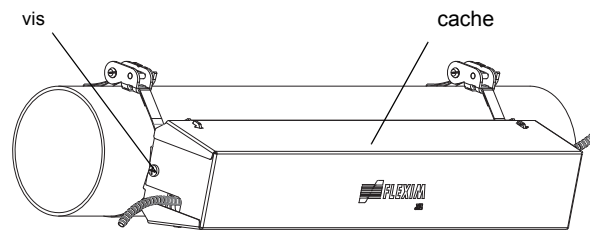

Fig. 9.47: Variofix C avec capteurs sur la conduite
- Placez le cache sur le rail (voir Fig. 9.47).